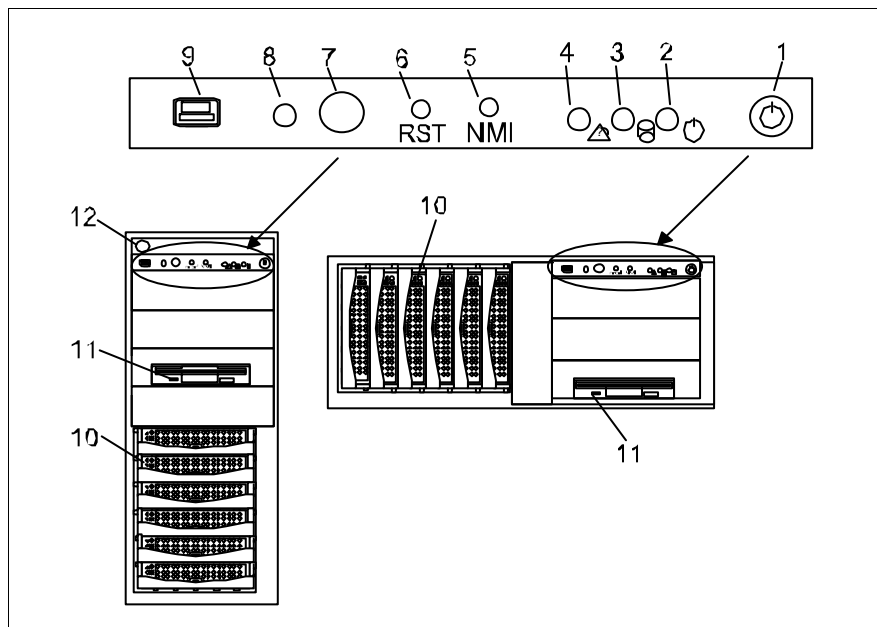

Bild 22: Die Frontseite
Ein zusätzlicher USB-Anschluss befindet sich an der Frontseite des Servers (siehe Bild 22 auf Seite 63).
Die Betriebsanzeige (Position 2 in Bild 22 auf Seite 63) leuchtet orange (Standby-Modus).
- ▶ Drücken Sie die Ein-/Aus-Taste (Position 1 in Bild 22 auf Seite 63).
Die Betriebsanzeige (Position 2 in Bild 22 auf Seite 63) leuchtet grün.